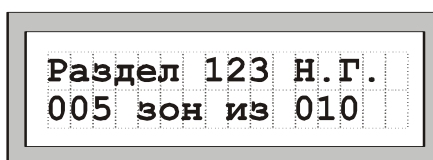

Рис. 12 Раздел не готов
Если одна или несколько зон в разделе не готовы для постановки на охрану, на дисплей выводится сообщение (Рис. 12), где указывается число неготовых зон из общего числа охранных зон в разделе.
- «**Раздел не готов**» (Рис. 12) – раздел снят с охраны, но не готов для постановки на охрану, указывается число неготовых охранных зон из общего числа охранных зон в разделе.